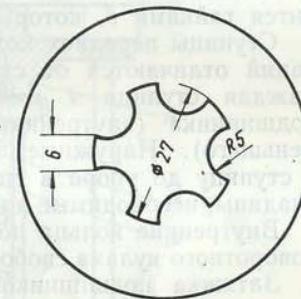

Рис. 183. Рисунок ключа для снятия крышек цилиндра амортизатора
5. При подтяжке крышек цилиндра амортизатора применять ключ с пятью лапками, изготовленный по размерам отверстия (рис. 183).